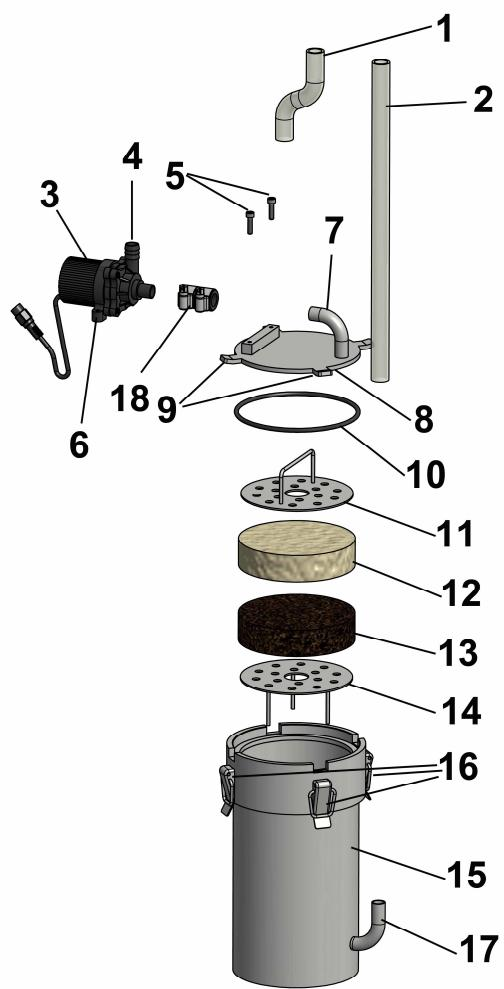

Abb. 2: Topffilter aquafresh 50
- Edelstahltopffilter (siehe Abb. 2) inklusive Netzteil
Werden die empfohlenen Hähne nicht geschlossen, besteht Gefahr, dass sich das Aquarium komplett in den Unterschrank entleert. Deswegen ist auch beim Betrieb des Topffilters unbedingt darauf zu achten, dass die Deckeldichtung (Abb. 2, Nr. 10) korrekt eingelegt ist und der Deckel dicht schließt. Die Haltebügel der Verschlussklammern (Abb. 2, Nr. 16) müssen über den Haltelaschen des Deckels (Abb. 2, Nr. 9) liegen und die Federverschlüsse am Filtergehäuse fest angedrückt sein.
Zwischen dem Vlies (Abb. 2, Nr. 12) und dem Schwamm (Abb. 2, Nr. 13) können je nach gewünschter Filterart (chemisch, mechanisch, biologisch) geeignete Filtermaterialien eingebracht werden. Der Filter muss bei Bedarf, spätestens sobald sich der Durchfluss merkbar verringert, gereinigt werden.